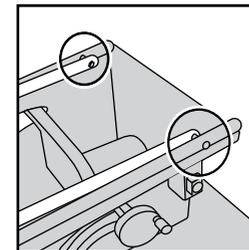

Fig. 7
- Répétez la procédure de l'autre côté (**Fig. 7**).